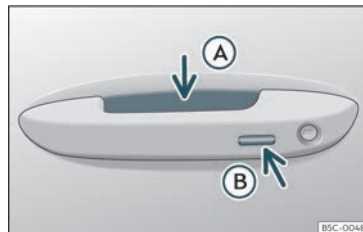

Fig. 77 Poignée de porte : surfaces sensibles.
»» fig. 77
- Saisissez la poignée de l'une des portes avant. Lorsque vous touchez la surface sensible»» fig. 77 A (flèche) de la poignée de porte, le véhicule se déverrouille.
- Appuyez *une fois* sur la surface sensible de verrouillage»» fig. 77 B (flèche) de la poignée de porte de l'une des portes avant. La porte correspondante devra être fermée.
- Appuyez *une fois* sur la surface sensible »» fig. 77 B (flèche) de la poignée de porte de l'une des portes avant. Le véhicule se ver-
- Appuyez *deux fois* sur la surface sensible »» fig. 77 B (flèche) de la poignée de l'une des portes avant pour verrouiller le véhicule non équipé du système de sécurité « Safe » »» page 108.
- Appuyez sur le bouton de verrouillage  de la radiocommande puis, dans les 5 secondes, touchez une fois la surface sensible de verrouillage de la poignée de la portière du conducteur»» **fig. 77** . Ne saisissez pas la poignée de la portière sinon le véhicule ne se verrouillera pas. Il est également possible de procéder à la désactivation si le véhicule est verrouillé via la serrure de la porte du conducteur.
maintenez appuyé quelques secondes un doigt sur la surface sensible de verrouillage »» **fig. 77**  (flèche) de la poignée de porte jusqu'à ce que les vitres et le toit se ferment.
Les surfaces sensibles des poignées de porte risquent d'être activées si elles reçoivent un jet d'eau ou de vapeur à haute pression si l'une de clés valides du véhicule se trouve dans la zone de proximité. Si au moins une glace à commande électrique est ouverte et que la surface sensible »» **fig. 77**  (flèche) d'une des poignées est activée de manière permanente, toutes les glaces seront fermées.
- **OU** : touchez *deux fois* la surface sensible située sur la partie extérieure de la poignée de la portière >>> **fig. 77** .